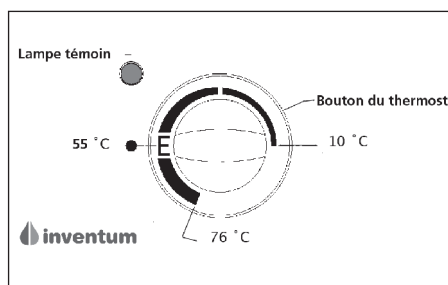

Fig. 3.1
## 5. COMMANDE (fig. 3.1)
- **Maximum:** Position maximale. La température de l'eau sera réglée sur la température maximale (env. 76 °C). (Figure 3.1)